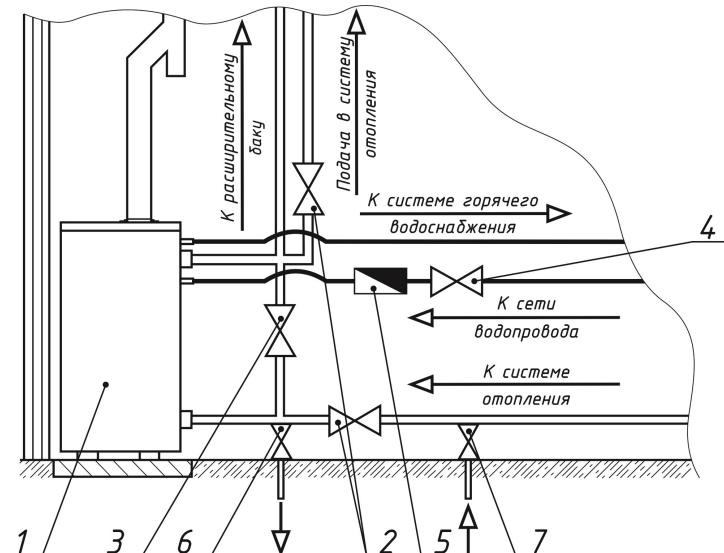

Рисунок 9. Схема подключения котла к системе отопления с естественной циркуляцией и к системе водоснабжения
5.2. Рекомендуемая схема подключения котла к системе отопления с естественной циркуляцией и к системе водоснабжения показана на рисунок 9.
5.3. Для использования водоотбора в летнее время рекомендуется сделать малый контур отопления, закрыть краны 2 и открыть кран 3. В отопительный период краны 2 должны быть открыты, кран 3 закрыт (рисунок 9).
5.7. Для дальнейшего технического обслуживания рекомендуется установить запорные краны на трубы системы отопления перед котлом, а для котлов с водоотбором и на трубу подачи холодной воды перед котлом (рисунок 9).
5.12. Для исключения засорения котла и системы отопления, а также в целях увеличения их срока службы рекомендуется установить грязевой фильтр - 5 (рисунок 9) на трубе обратной подачи и своевременно его очищать.
- на время использования котла для нагрева воды рекомендуется закрывать большой контур отопления и использовать малый контур отопления (рис. 9);